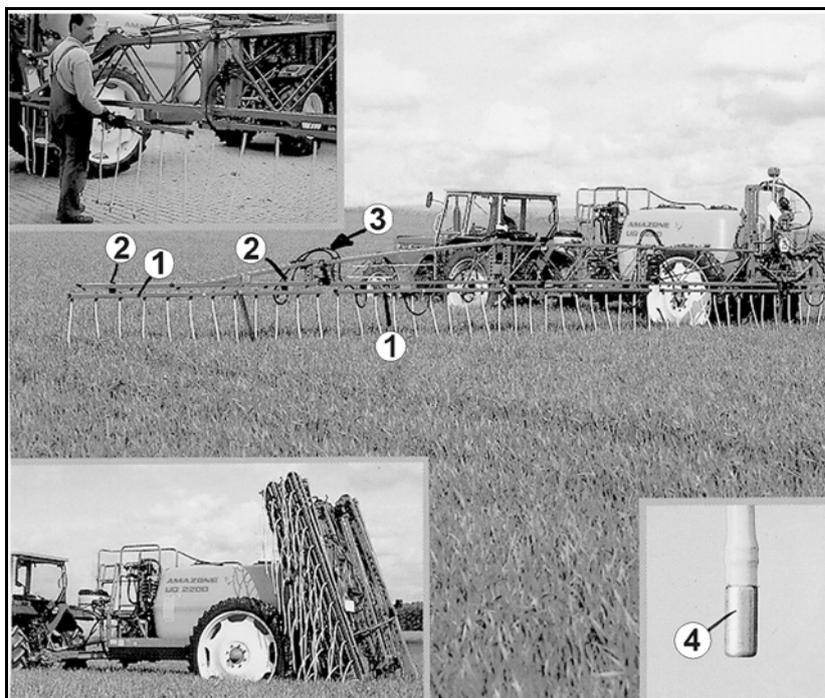

Рис. 119
- Система штанг **Super-S** Рис. 119/...: